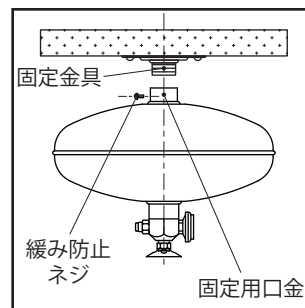

図 9
① 標準の高さで固定する場合 (図 9)
- (1) 固定金具に、固定用口金を垂直にねじ込んでください。
- (2) 緩み防止ネジ (M4×6) 1 本を使用して、確実に固定してください。